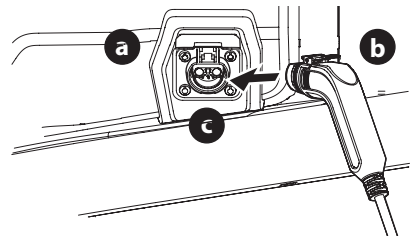

Figura 11
- Levante la tapa del puerto de carga (a) (Figura 11).
- Inserte el cable de carga (b) en el puerto de carga (c) (Figura 11).